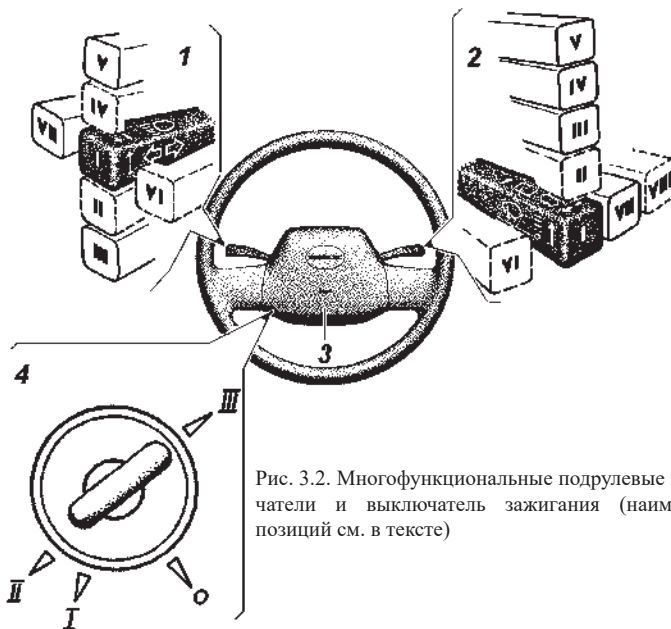

Рис. 3.2. Многофункциональные подрулевые переключатели и выключатель зажигания (наименование позиций см. в тексте)
Многофункциональные подрулевые переключатели и выключатель зажигания (рис. 3.2):
**1 – рычаг переключателя указателей поворота и света фар** (рис. 3.2) имеет следующие положения:
**2 – рычаг переключателя стеклоочистителя и омывателя** (рис. 3.2) имеет следующие положения:
**4 – выключатель зажигания** (рис. 3.2). Выключатель замка зажигания закреплен на рулевой колонке болтами с отрывной головкой для предотвращения демонтажа замка зажигания с противоугонным устройством обычными ключами. На заводе головки болтов не отрываются с целью сохранения возможности снятия замка с рулевой колонки в предпродажный период. Потребитель должен сам принять решение о необходимости отрыва головок болтов.